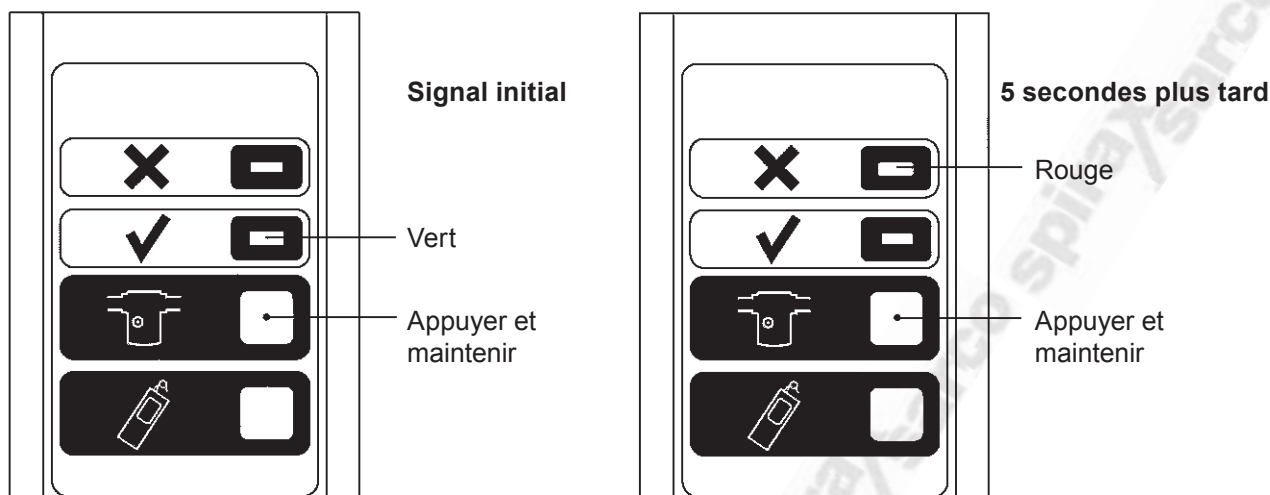

Fig. 4
2. Appuyer sur la touche supérieure portant le symbole de la chambre de détection et la maintenir enfoncée. La lumière verte s'allumera environ pendant 5 secondes avant d'être remplacée par la lumière rouge qui restera allumée tant que la touche sera maintenue enfoncée (voir Fig. 4).